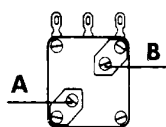

fig. 33
1. Efter att du har skruvat in trimskruvarna på den dubbelgångade vridkondensatorn försiktigt så långt det går (se fig 33) skruvar du ut skruv A tre varv och skruv B ett halvt varv.